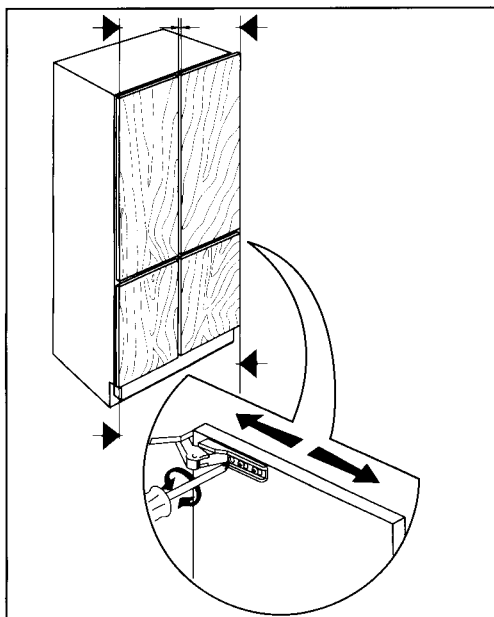

Fig. 8
- Verificare l'allineamento verticale delle antine ed eventualmente correggere la loro posizione (Fig. 8).